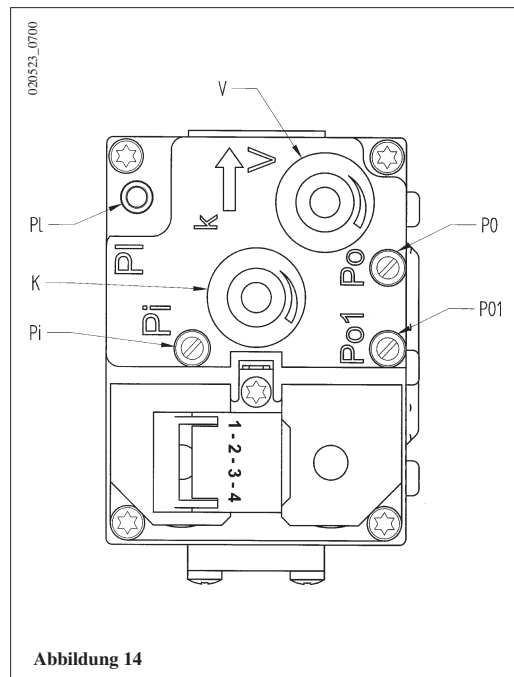

Abbildung 14
a) Gasventilmodel SIEMENS VDU 11 (Abbildung 14);
1) Einstellung des maximalen Nennbelastung. Überprüfen, dass bei maximalem Durchsatz des Heizkessels der an der Abgasleitung ermittelte CO_2 -Wert mit den Angaben aus Tabelle 1 übereinstimmt. Andernfalls die Stellschraube (V) am Gasventil verstellen.
a) Gasventilmodel SIEMENS VDU 11 (Abbildung 14): Die Schraube im Uhrzeigersinn drehen, um den CO_2 -Gehalt zu steigern, um im umgekehrten Sinn, um diesen zu verringern.